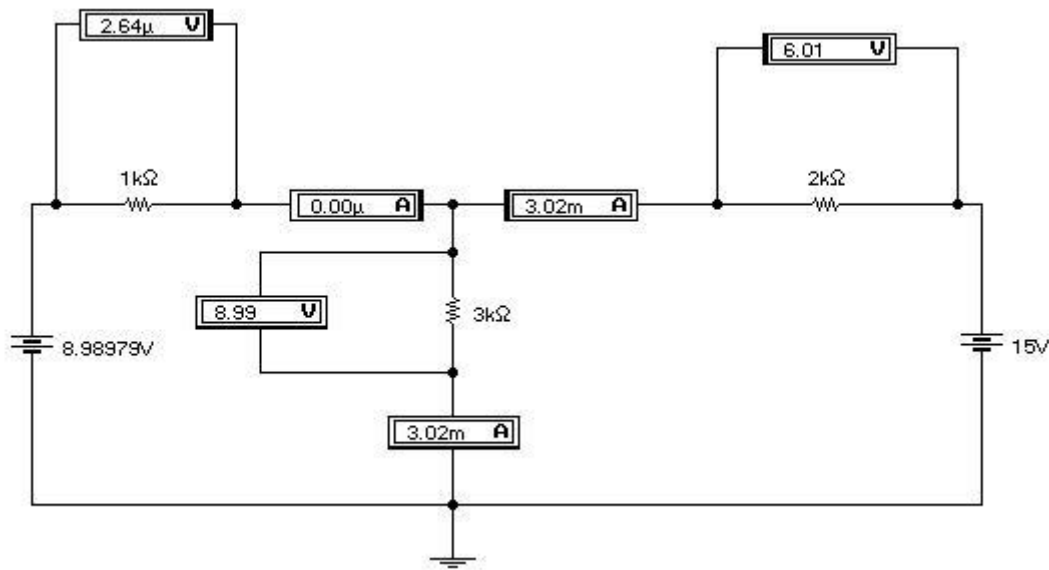

Рис. 2.2. Схема цепи, в которой ток через резистор R_1 стал равен нулю
2.3. Изменяя величину ЭДС E_1 постараемся добиться того, чтобы ток через резистор R_1 стал равным нулю. Это произошло при $E_1 =$ (см. рис. 2.2)